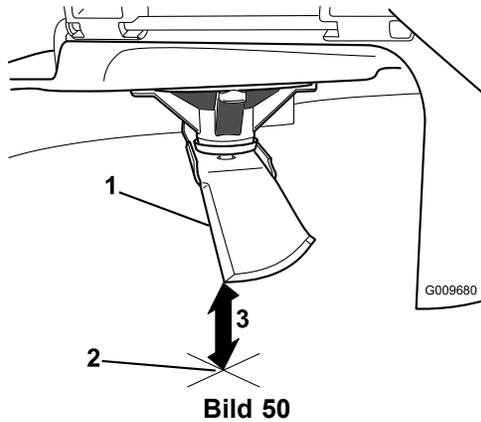

Bild 50
3. Messen Sie von der Messerspitze bis zu ebenen Fläche (Bild 50).